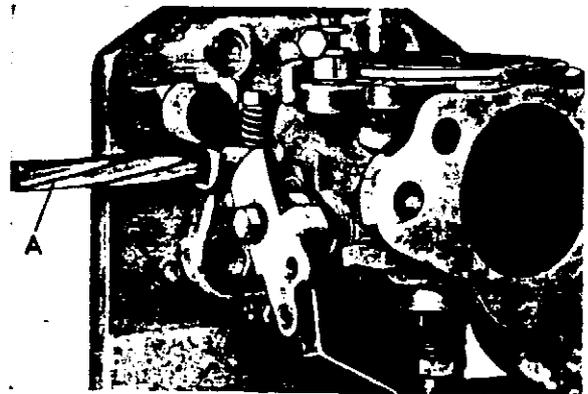

Abb. 22 Aufreiben der Buchse
5. Bolzen des Ständers weitere 90° drehen und die eingetriebenen Buchsen mit Reibahle SVO 2401 aufreiben, siehe Abb. 22.